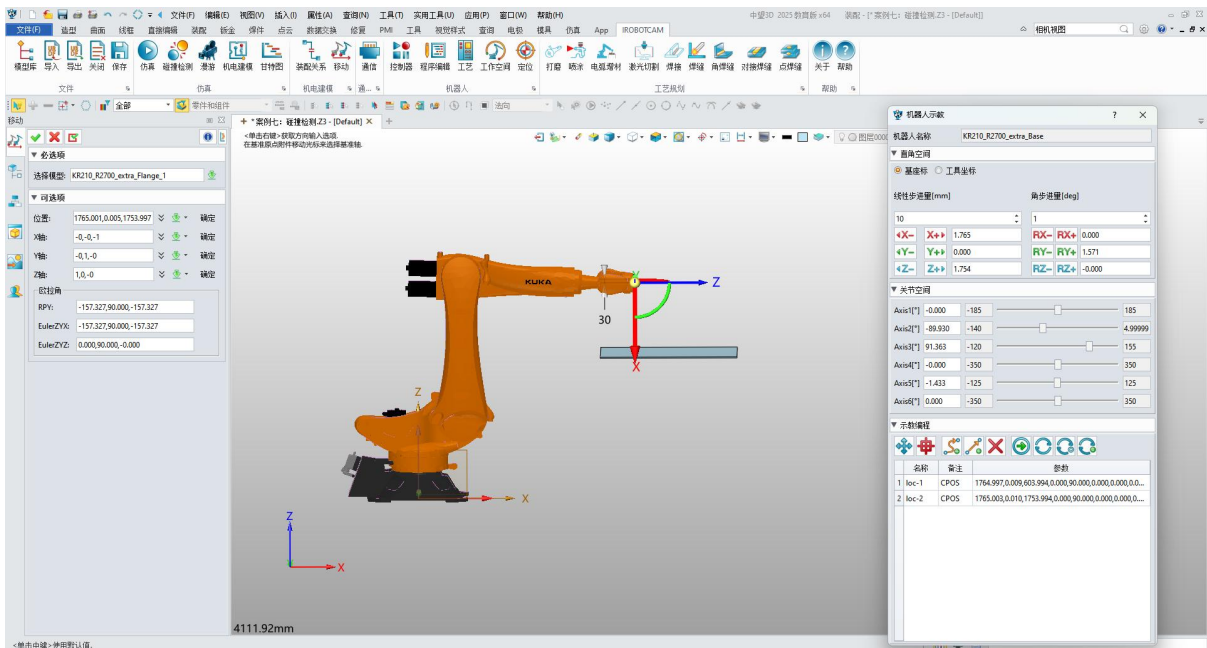

图 11-16: 第二个记录点
- 在“传感器与执行器”下，右键单击“机器人”，选择“示教机器人”。(图 11-16)